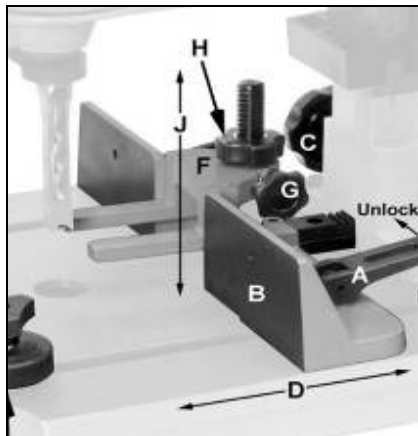

Fig 7
La butée (B, Fig 7) peut être réglée avec la poignée de réglage (C) et le tendeur excentrique (A).